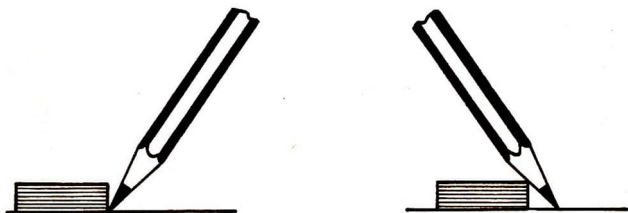

Bild 7/1 Anreißen mit Schablonen
- Wie muß du den Bleistift beim Anreißen mit der Schablone führen? Sieh dir das Bild 7/1 an und begründe deine Antwort!